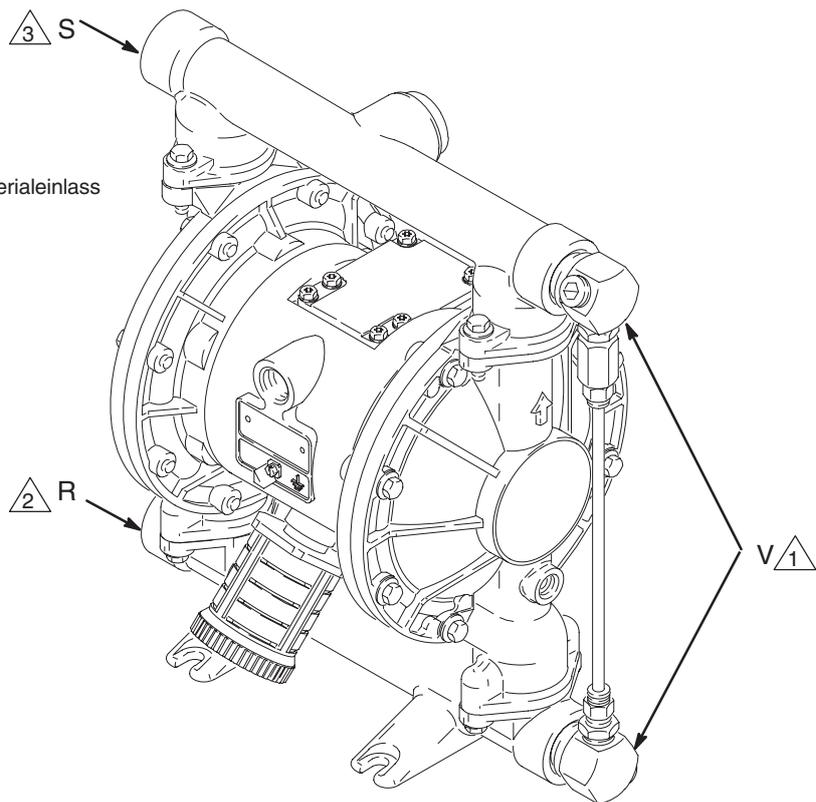

Abb. 7
Der Druckentlastungssatz 235409 (V) für Aluminiumpumpen ist erhältlich, um Überdruck und daraus entstehende Risse in der Pumpe oder im Schlauch zu vermeiden. Siehe Abb. 7. Der Satz enthält genaue Anleitungen.